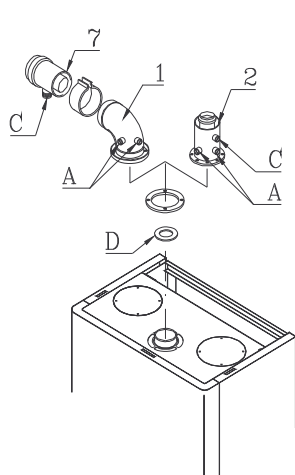

Fig.9
Il sistema a "condotti coassiali orizzontali" necessita di un collettore a gomito di raccordo (1), mentre per un'esecuzione "coassiale verticale" si dovrà installare il collettore dritto di raccordo (2). Fig.9